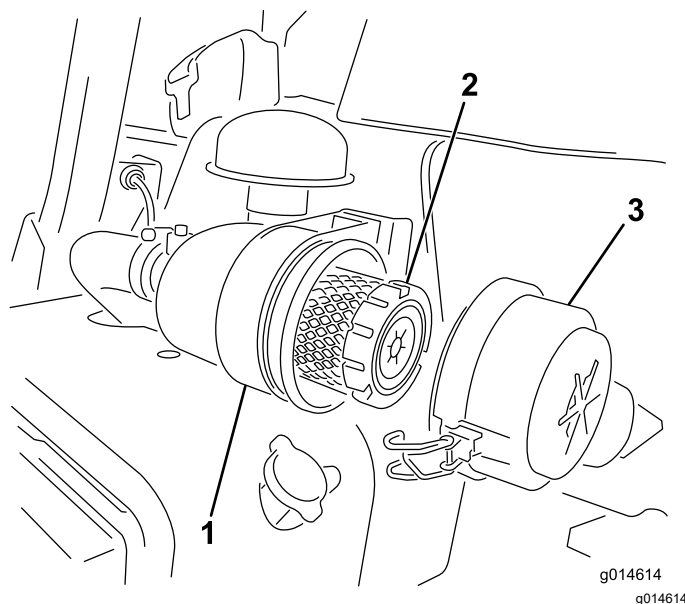

Figura 31
1. Rilasciate i fermi che fissano il coperchio del filtro dell'aria al relativo corpo (**Figura 31**).
7. Fissate i fermi (Figura 31).